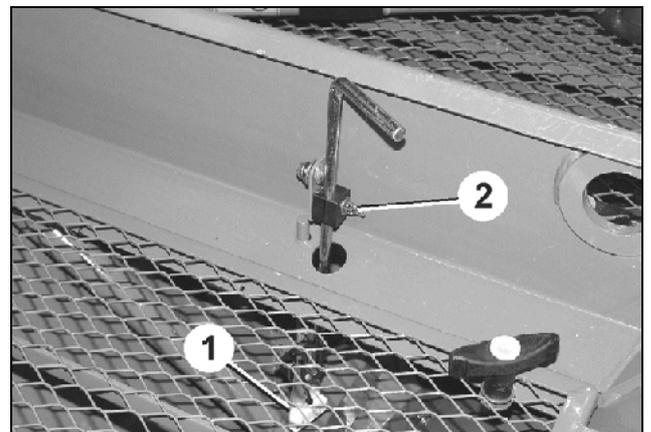

Fig. 108
1. Desserrez l'écrou à ailettes (Fig. 108/2).
- 2 Réglez la hauteur du capteur de niveau de remplissage (Fig. 108/1) en fonction du reliquat de semences souhaité dans la trémie.